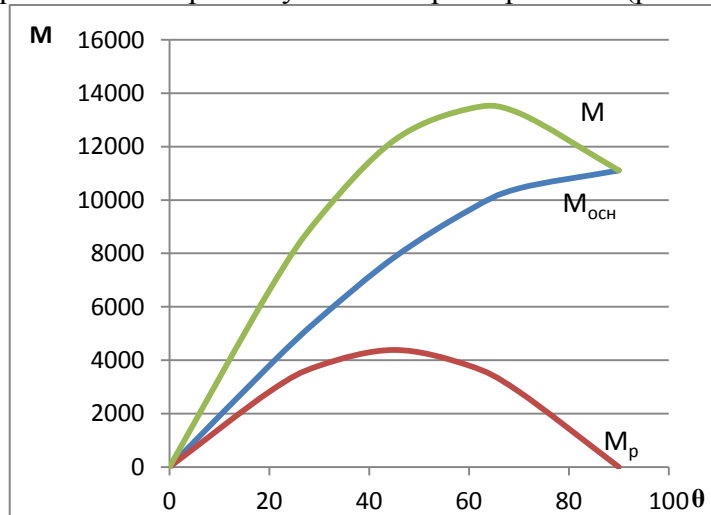

Рисунок 34. Угловые характеристики СГ
10) По результатам расчетов построены угловые характеристики (рис.34)